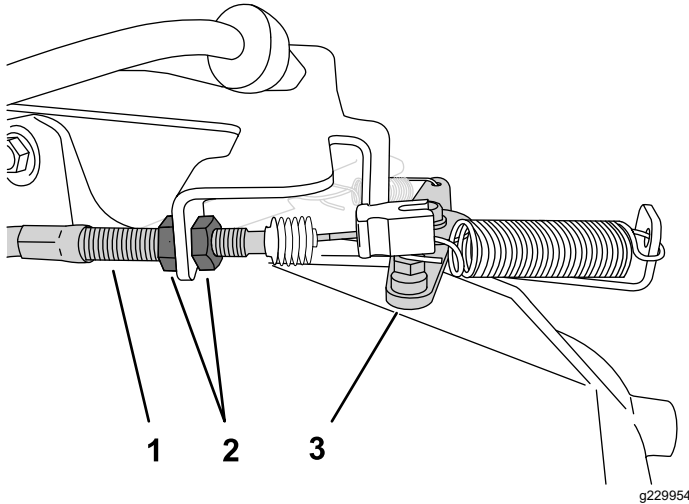

Figura 43
2. En la funda del cable del acelerador, afloje la contratuerca delantera y apriete la contratuerca trasera para aumentar el ralentí bajo (Figura 43).